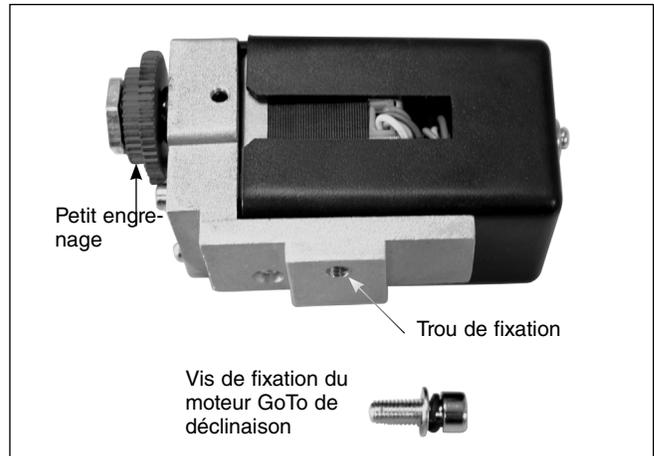
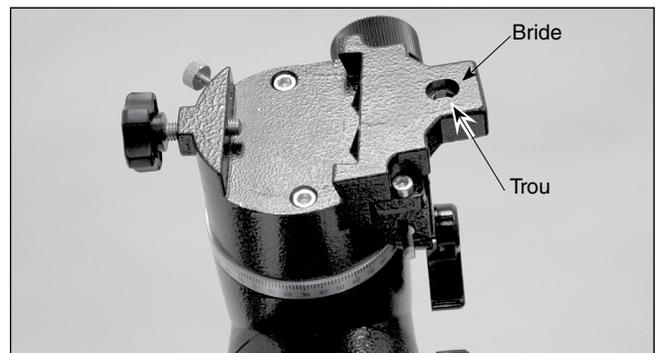
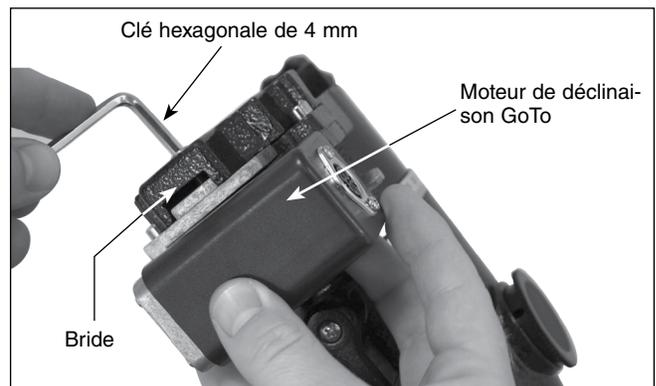

Figure 10. L'ensemble moteur de déclinaison GoTo
Figure 11. L'emplacement de la bride sur la monture
Figure 12. Fixation du moteur de déclinaison GoTo
4. L'ensemble moteur de déclinaison GoTo est identifié par son corps noir et rectangulaire (**Figure 10**). Il est fixé à la monture équatoriale avec la vis de fixation du moteur de déclinaison GoTo qui passe par le trou de la bride en haut de la monture équatoriale (**Figure 11**). L'ensemble moteur doit être attaché de sorte qu'il soit orienté comme indiqué sur la **Figure 12**. Maintenez l'ensemble moteur de sorte que les trous filetés soient alignés avec le trou sur le dessus de la monture. Placez la rondelle de blocage et une rondelle plate sur la vis de fixation du moteur de déclinaison GoTo. Utilisez la clé hexagonale de 4 mm pour visser la vis de fixation dans le trou de fixation de l'ensemble moteur jusqu'à ce qu'il soit stable, mais pas trop serré.